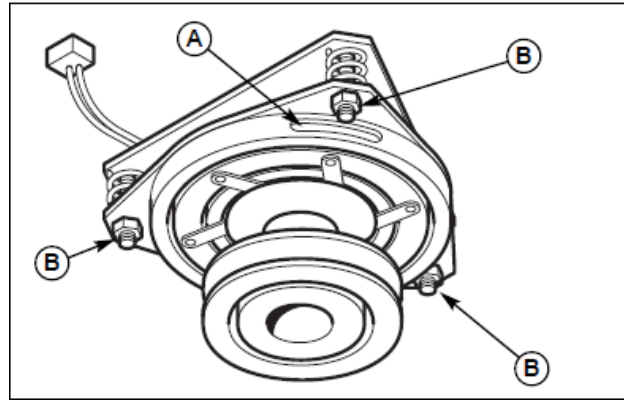

図 34 PTO クラッチの調整
2. 図 34 を参照し、ブレーキプレートにある3つの調整覗き穴(A)とプラスチック調整ナット(B)の位置に注意してください。
4. ロータ面までアマチュア面がゲージに当たるよう調整ナット(図34のB)を交互に締めてください。